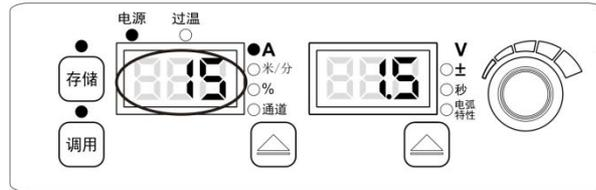

图3-25 电流调节范围锁定界面
3. 在电流调节范围锁定界面下，根据数码管闪烁提示，如图 3-25 所示，用焊接电源面板旋钮设定好电流调节范围，默认电流调节范围锁定为 $\pm 15\text{A}$ ，按**调用**键确认，自动进入电压调节范围锁定界面。